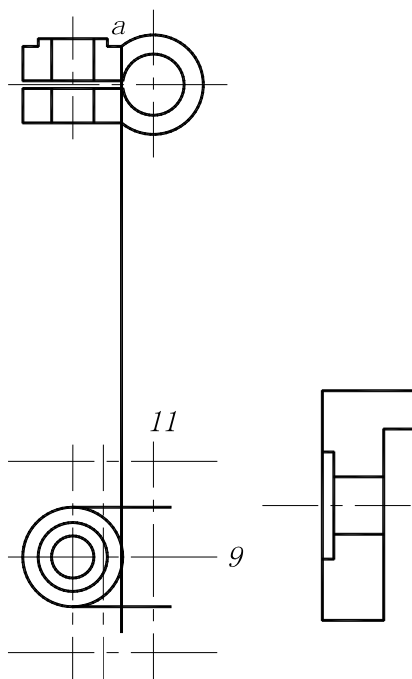

图 7-11 绘制直线
(6) 由中心线 9 偏移出两条直线, 如图 7-11 所示。